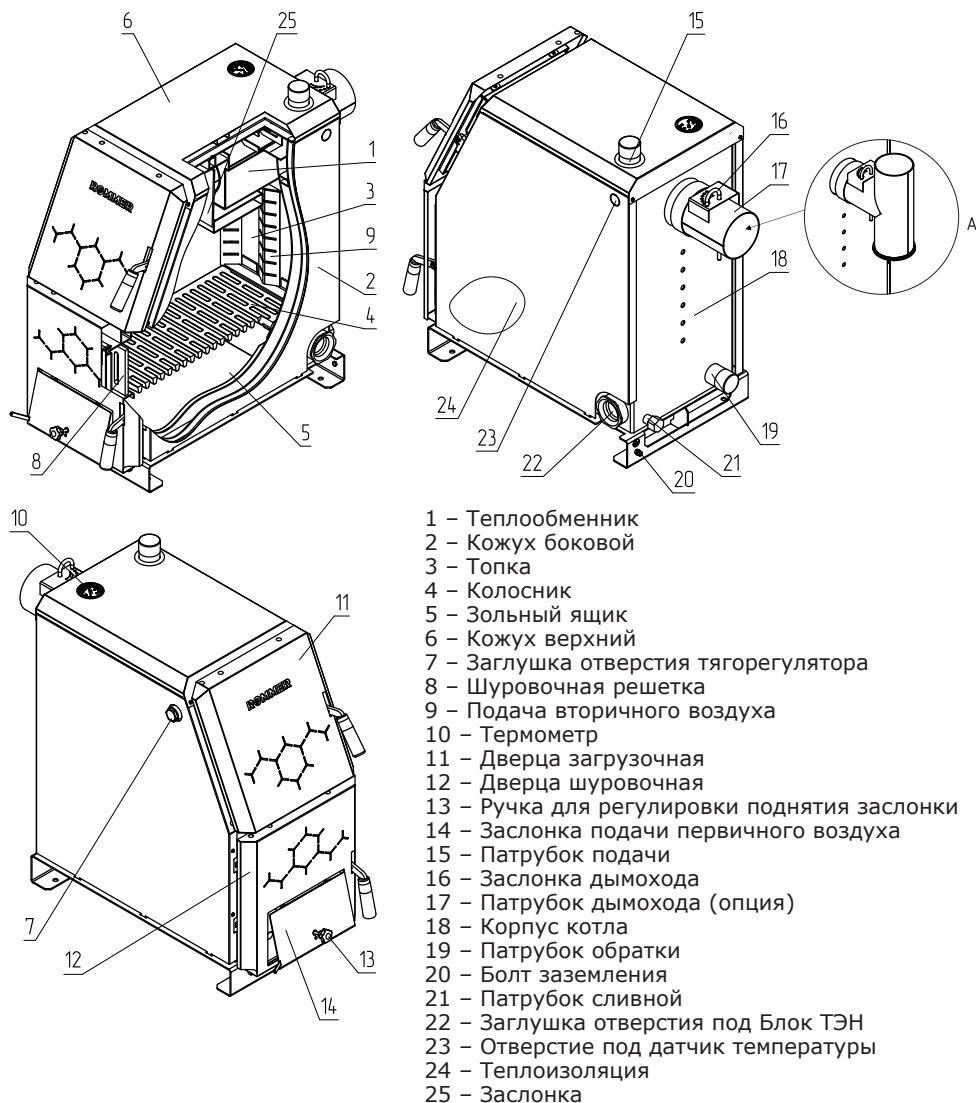

Рис.1. Конструкция котла твердотопливного «Rommer».
5.1. Котел (рис.1) состоит из корпуса (поз.18), топки (поз.3), теплообменника (поз.1) и патрубок дымохода (поз.17) возможна установка горизонтального или вертикального патрубка дымохода Рис.1 (Вид А). В верхней части теплообменника установлена заслонка (поз.25). В нижней части топки устанавливаются колосники (поз.4) и зольный ящик (поз.5).